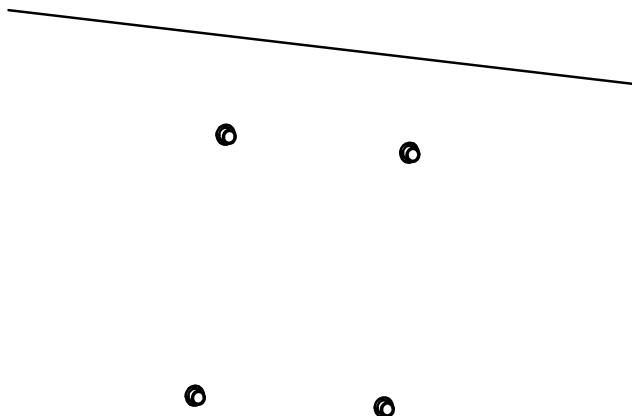

Рис. 2.5. Отверстия под анкерные болты
2. Просверлите в стене 4 отверстия под болты в соответствии с отверстиями в кронштейне (Рис. 2.5). Вставьте анкерные болты М8 в просверленные отверстия.